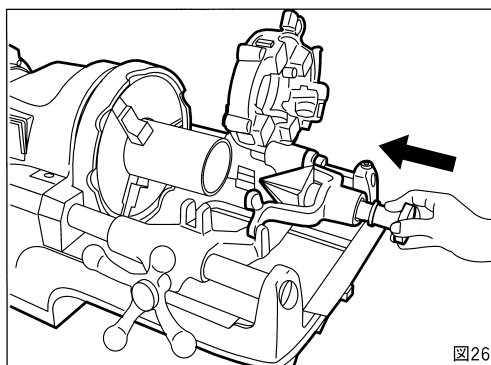

図26
- ① 使用しないダイヘッドとカッタをおこしてください。
- ② リーマをたおして往復台にセットしてからリーマ握りを押して図のようにリーマを突きだします。
- ③ 握りを反時計方向に回してホルダーにセットします。(図26)